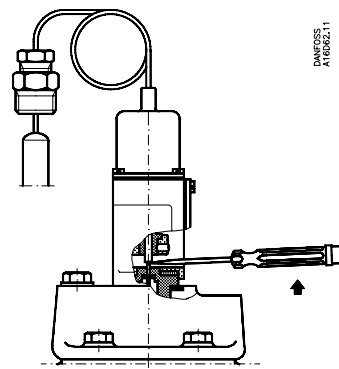

Fig. 4
Snavs-partikler kan man forsøge at fjerne som vist på fig. 4. Stik en skruetrækker ind mellem pilotkeglens spindel (8) og trykstangen (4). Når skruetrækkeren vippes, presses pilotkeglen nedad, og ventilen åbner for fuld kølevands-gennemstrømning gennem ventilen.
Undersøg om O-ringene trænger til at skiftes ud. Efter monteringen eller efter et eftersyn skal vandventilen skylles kraftigt igennem i nogle minutter for at fjerne evt. snavs fra rørdninger m.v. Se fig. 4.